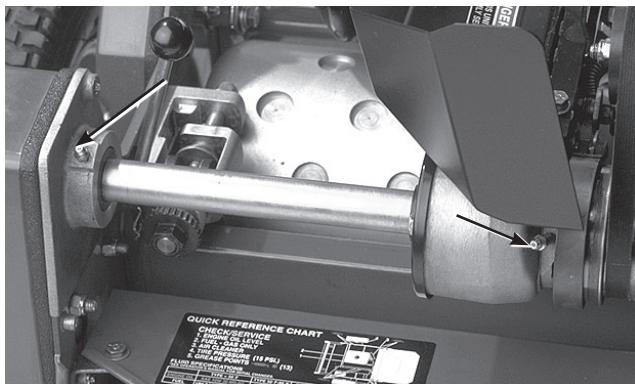

図26
- リールのカウンタ・シャフトのベアリング（2ヶ所）（図26）